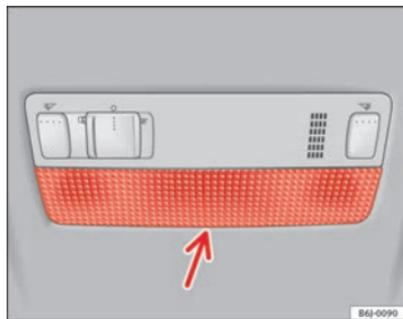

Abb. 151 Leseleuchte vorne
- Führen Sie das flache Ende eines dünnen Schraubendrehers zwischen Gehäuse und Glas ein ⇒ Abb. 151.